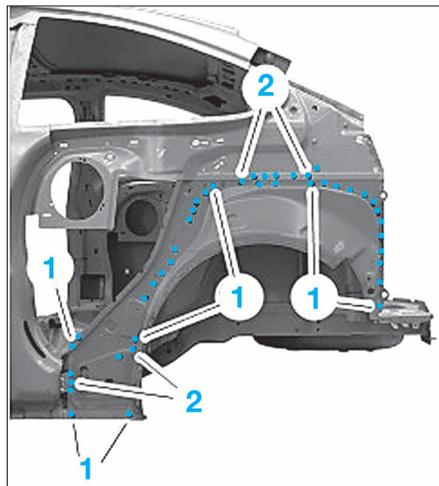

FIG. 78
- Souder par résistance par points les points de soudure (1) (Fig.78) du passage de roue.